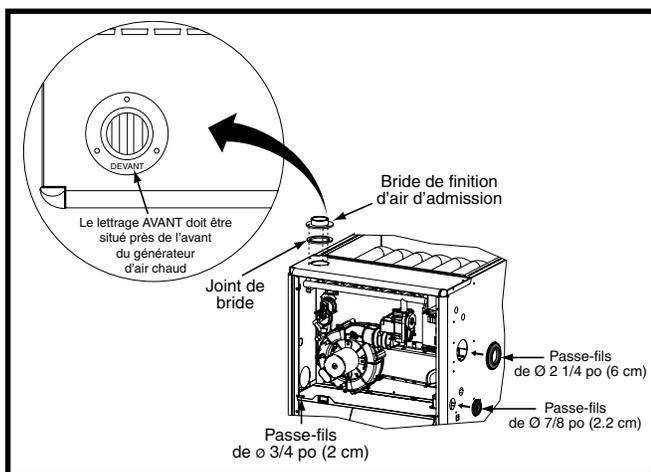
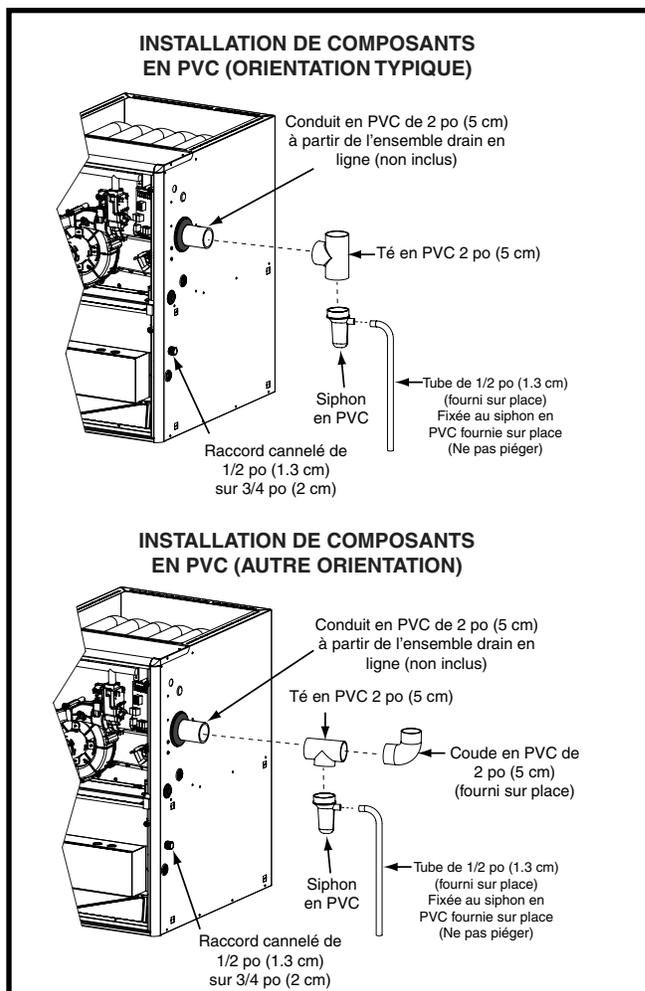

Figure 14. Bride de finition et passe-fils en caoutchouc
Figure 15. Composants en PVC
Les composants illustrés à la Figure 14 et à la Figure 15 sont inclus dans le sac de pièces supplémentaires fourni avec les générateurs d'air chaud \*TC Selon le type d'installation, certains de ces composants sont facultatifs et peuvent ne pas être utilisés. Veuillez vous reporter aux descriptions et aux figures d'accompagnement pour installer ces éléments.
2. Placer la bride de finition sur le dessus du joint d'étanchéité de bride. **REMARQUE :** S'assurer que la bride est bien orientée de façon à ce que le lettrage AVANT soit situé à proximité de l'avant du générateur d'air chaud, comme indiqué à la Figure 14.
Le passe-fils en caoutchouc de 2 1/4 po (5,7 cm) est utilisé pour assurer l'étanchéité de l'ouverture entre l'armoïre du générateur d'air chaud et le conduit d'évent en PVC de 2 po (5 cm). Il faut installer le passe-fils en caoutchouc dans le trou de 3 po (7,6 cm) avant de sortir le conduit d'évent de l'armoïre. Aucun produit d'étanchéité n'est requis. Consulter la Figure 14.
- Le conduit en PVC de 2 po (5 cm) illustré à la Figure 15 n'est pas fourni dans le sac de pièces supplémentaires.
Le té et le siphon en PVC de 2 po (5 cm) sont utilisés lorsque l'inducteur est orienté pour faire sortir l'évent du côté gauche ou du côté droit de l'armoïre du générateur d'air chaud. Consulter la Figure 15.
1. Installer le té en PVC à la verticale sur le conduit d'évent de 2 po (5 cm) qui sort par le côté de l'armoïre. Coller les deux éléments ensemble de façon permanente au moyen de l'apprêt et de la colle appropriés. Se reporter à l'orientation typique illustrée à la Figure 15.
1. Installer le té en PVC à l'horizontale sur le conduit d'événement de 2 po (5 cm) qui sort par le côté de l'armoire. Coller les deux éléments ensemble de façon permanente au moyen de l'apprêt et de la colle appropriés. Se reporter à l'autre orientation illustrée à la Figure 15.